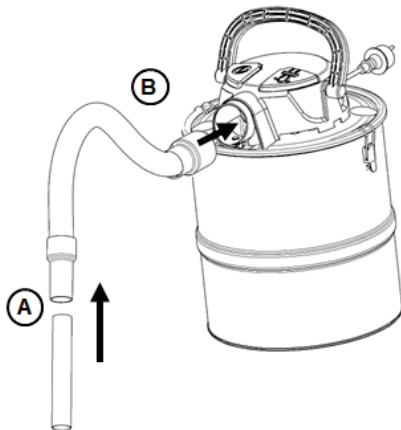

Abb.5
Zum Saugen stecken Sie die Düse (A) in die Muffe des Saugschlauchs, wie in Abb. 5 dargestellt. Stecken Sie den Schlauch mit der Muffe in den Einlass des Staubsaugers (B).